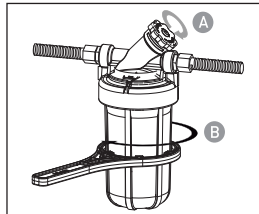

图5
1. 顺时针方向旋转二分之一圈旁通阀以停止过滤。(如图5-A)
2. 旋转拧下滤瓶后 (如图5-B) 可先注水清洗其内部。